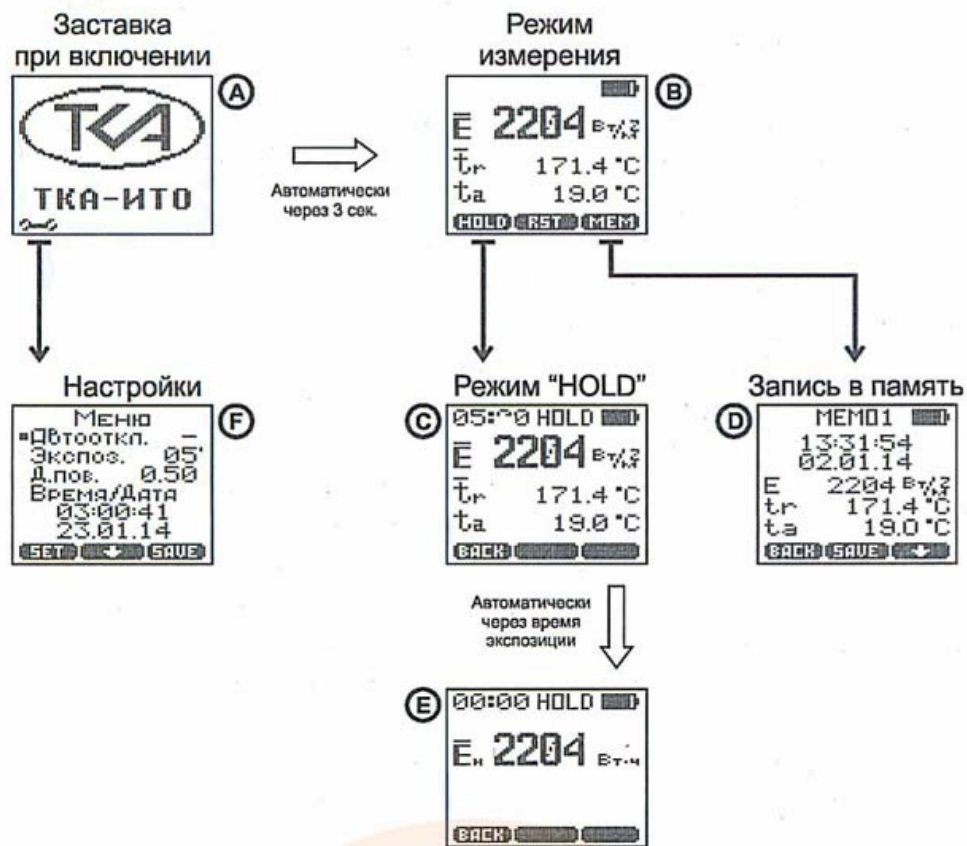

Рис.3 – Расположение символов на ЖК-дисплее.
5.8 Переключение экранов происходит в следующем порядке (см. Рис.3):